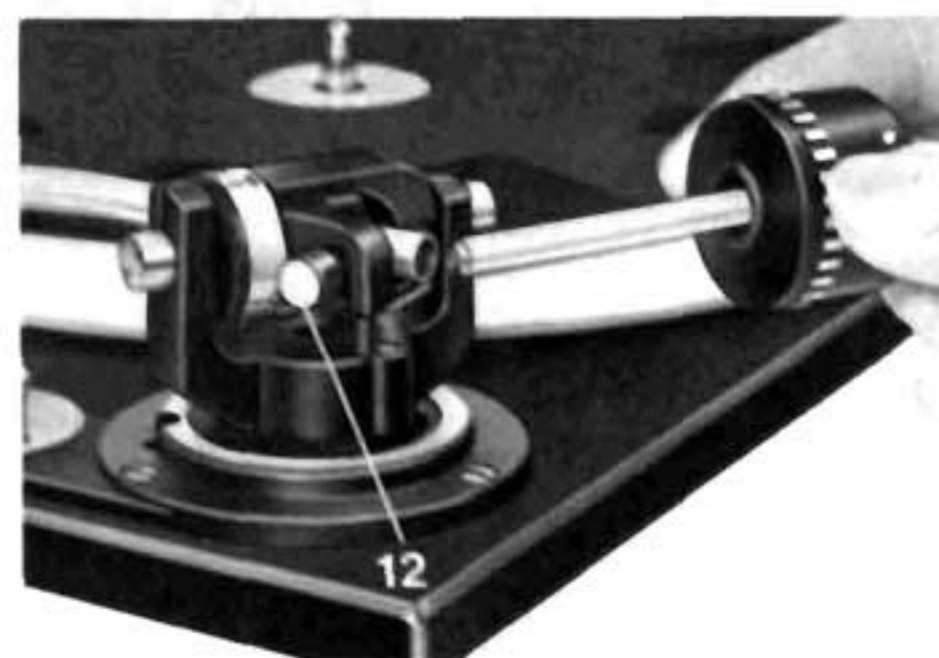

Fig. 3
Nehmen Sie bitte das Tonarm-Balancegewicht aus dem Styroporeinsatz und stecken Sie den Dorn des Balancegewichtes, nach Lösen der Feststellschraube (12) in die dafür vorgesehene Öffnung am hinteren Ende des Tonarmes. Die dreikantförmige Aussparung am Dorn muß dabei nach unten zeigen (Fig. 3).
Retirez le contrepoids du bras de l'emballage de styropor, et introduisez la tige du contrepoids, après avoir desserré la vis de blocage (12), dans l'ouverture prévue à cet effet à l'extrémité arrière du bras de lecture. L'encoche triangulaire de la tige doit alors être tournée vers le bas (Fig. 3).
Take the tonearm counterbalance out of its Styrofoam insert. Loosen the set screw (12) at the rear of the tonearm, then insert the shaft of the counter balance in the opening provided for this purpose. The triangular shaped notch of the shaft must point in downward direction (Fig. 3). Pages 12 through 16 explain how to balance the tonearm and then apply stylus pressure and anti-skating.
Steek de doorn van het gewicht, na losmaken van de borgingsschroef (12) achter de naalddrukinstelling-, achter in de toonarm. De uitsparing in de doorn moet aan de onderzijde zitten (Fig. 3).
Togliete ora il contrappeso dall'involucro di plastica ed infilate lo spinotto nel foro posteriore del braccio (dopo avere allentato la vite d'arresto). La scanalatura triangolare deve essere rivolta verso il basso (Fig. 3).